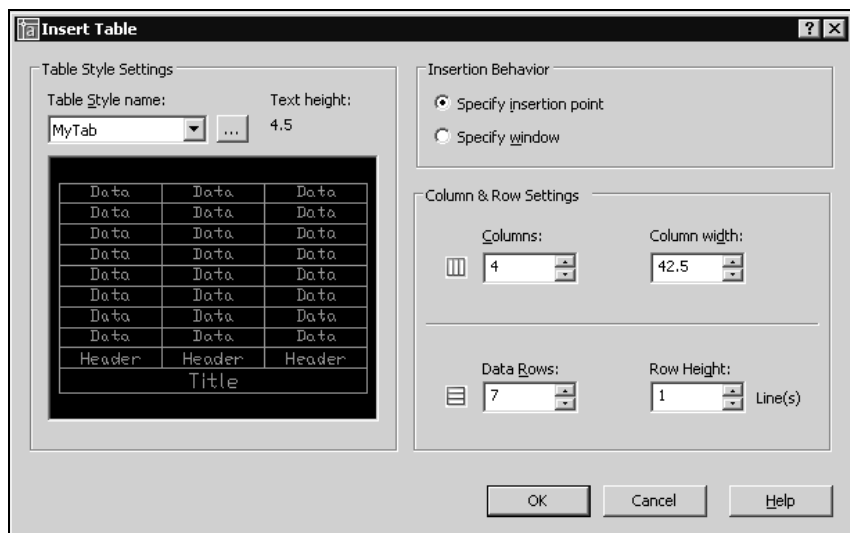

Рис. 14.26. Диалоговое окно вставки таблицы **Insert Table**
1. Откройте меню **Draw** (Рисование) и выберите из него **Table** (Таблица) или щелкните на кнопке **Table** (Таблица) на панели **Draw** (Рисование). Появится диалоговое окно **Insert Table** (Вставка таблицы) (рис. 14.26).